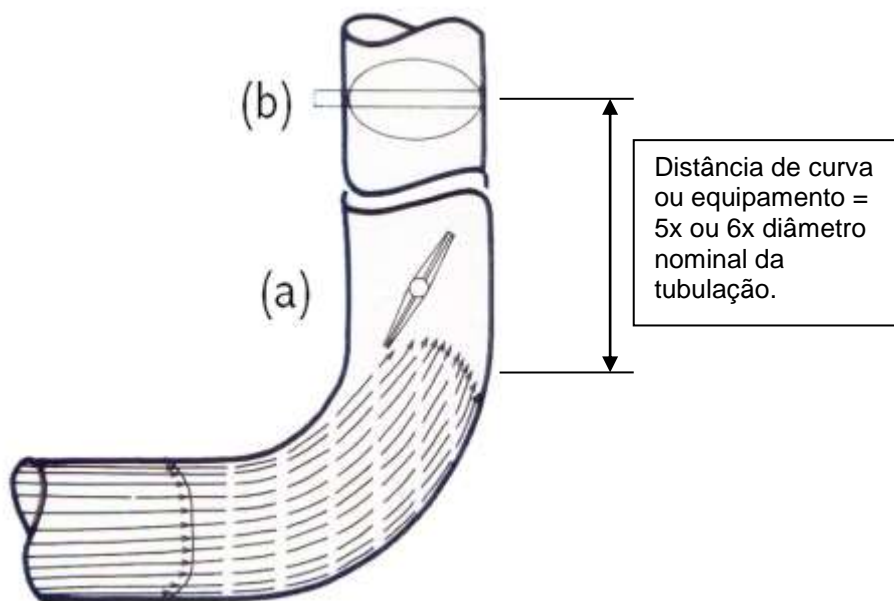

Figura 5
- B. Atentar à orientação de instalação após curvas e equipamentos. Sempre que possível, instalar com o eixo da válvula paralelo ao plano da curva, conforme orientação b) da figura 5.